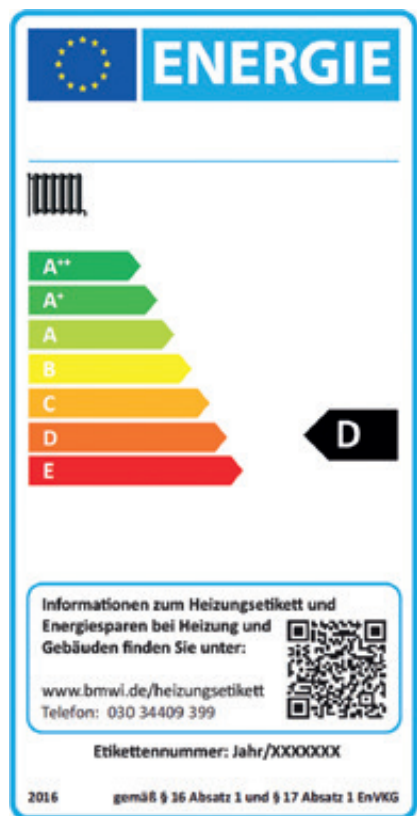

Abb. 7: Mithilfe des Heizungsetiketts ist auch für Laien anhand einer intuitiv zu lesenden Farbskala schnell ersichtlich, wie ineffizient alte Heizgeräte sind.
- Nutzung des Heizungsetiketts: Inzwischen haben über 1,7 Mio. Heizkessel im Gebäudebestand ein Etikett mit Effizienzklasse erhalten; wo noch keine Kennzeichnung vorhanden ist, können Installateure als berechnigte Akteure ein Etikett anbringen. Das Heizungsetikett für alte Heizgeräte zeigt das Verbesserungspotenzial so einfach, dass es auch Laien verstehen: Modernisierungsbedürftige Heizkessel fallen in die schlechten, orange-roten Klassen C und D – also auch Heizwert-Gasetagenheizungen. Brennwertgeräte schaffen Klasse A, Anlagen mit erneuerbaren Energien oder Kraft-Wärme-Kopplung sogar A+++ (Abb. 7).